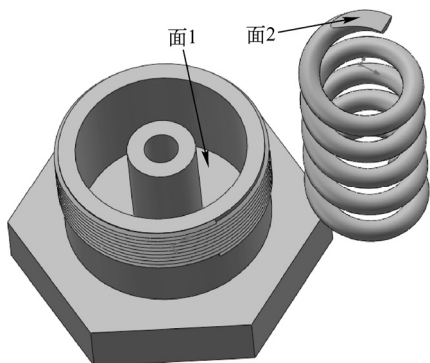
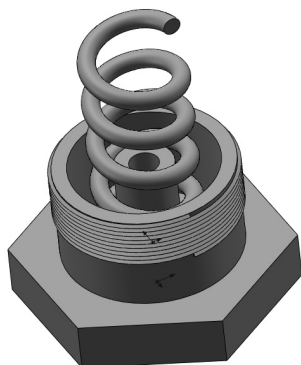

图 12-113 插入调节螺母和弹簧
图 12-114 调节螺母和弹簧装配
① 插入调节螺母。单击“装配体”控制面板中的“插入零部件”按钮，在弹出的“打开”对话框中选择“调节螺母”，将其插入到装配界面中适当位置。
② 插入弹簧。单击“装配体”控制面板中的“插入零部件”按钮，在弹出的“打开”对话框中选择“弹簧”，将其插入到装配界面中适当位置，如图 12-113 所示。
③ 添加装配关系。单击“装配体”控制面板中的“配合”按钮，选择图 12-113 中的面 1 和面 2，在“配合”属性管理器中单击“重合”按钮，添加“重合”关系；选择调节螺母的上视基准面和弹簧的右视基准面，在“配合”属性管理器中单击“重合”按钮，添加“重合”关系；选择调节螺母的右视基准面和弹簧的上视基准面，在“配合”属性管理器中单击“重合”按钮，添加“重合”关系；单击“确定”按钮，完成调节螺母和弹簧的装配，如图 12-114 所示。